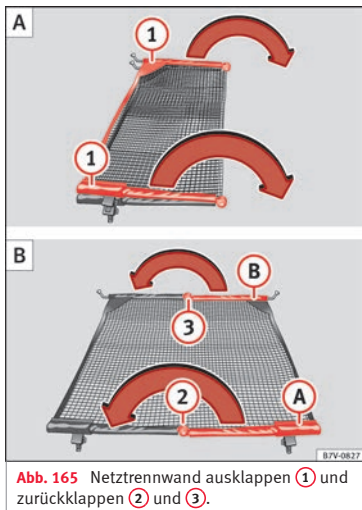

Abb. 165 Trennnetz ausklappen ① und zurückklappen ② und ③.
Querstangen der Netz trenn wand » Abb. 165 ① in Pfeilrichtung ganz auseinander klappen, bis ein „klickendes“ Geräusch hörbar ist..
- Entriegelungsknopf »» **Abb. 165** ② drücken und Querstange **(A)** bei gedrücktem Entriegelungsknopf in Pfeilrichtung einklappen.
- Entriegelungsknopf »» **Abb. 165** ③ drücken und Querstange **(B)** bei gedrücktem Entriegelungsknopf in Pfeilrichtung einklappen.